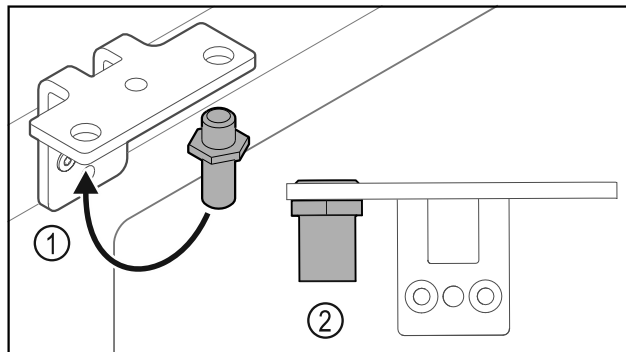

Fig. 23
- Bolzen Fig. 23 (1) im Scharnierwinkel umsetzen.
- Bolzen Fig. 23 (2) mit **Drehmoment von 12 Nm** anziehen.